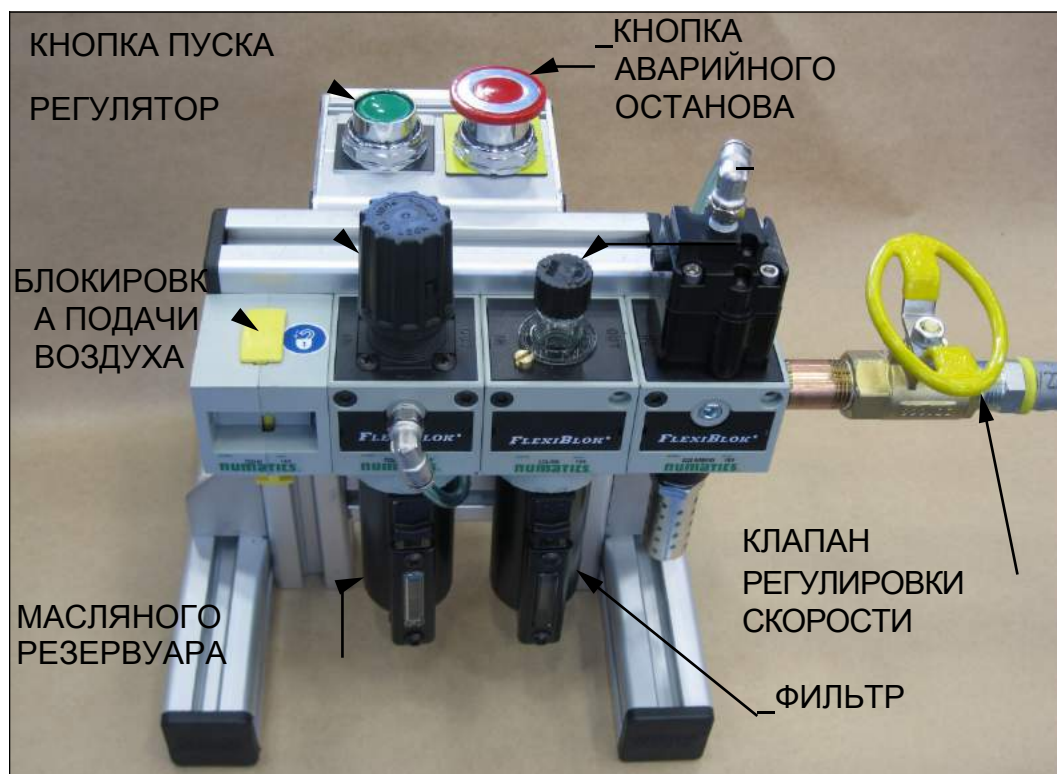

Рис. 4-4. КОМПОНЕНТЫ ПНЕВМАТИЧЕСКОГО БЛОКА
10. Откройте клапан предохранительной блокировки на пневматическом блоке управления (см. рис. 4-4).
11. Потяните на себя кнопку аварийного останова на пневматическом блоке управления (см. рис. 4-4).
1. На пневматическом блоке управления нажмите кнопку START (ПУСК) (см. рис. 4-4).
2. Установите для скорости значение 0 (см. рис. 4-4).
3. Медленно откройте шаровой клапан пневматического блока управления так, чтобы скорость вращения достигла необходимого значения (см. рис. 4-4).
5. Медленно поверните винт скорости подачи, чтобы увеличить скорость подачи вплоть до достижения необходимой скорости подачи. (Рис. 4-4).
7. Отрегулируйте скорость капания масла по мере необходимости. (Рис. 4-4).
3. Нажмите клапан предохранительной блокировки, чтобы закрыть его (см. рис. 4-4). При этом остаточное давление воздуха будет стравлено из контура пневматического блока управления.